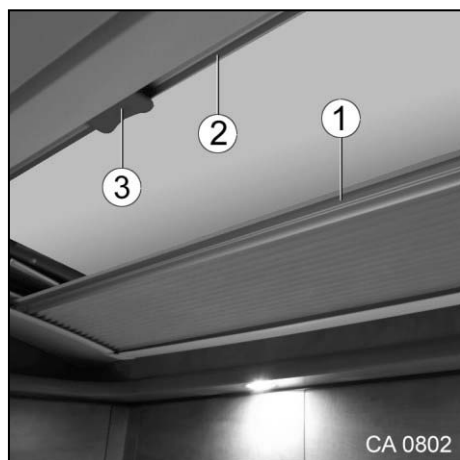

Fig. 60 Stores sur le lanterneau Sky-roof
1. Déplacer le store occultant (Fig. 60/1) ou le store moustiquaire (Fig. 60/2) en les tenant aux poignées. Accoupler les deux stores avec la poignée (Fig. 60/3).
2. Pour les désaccoupler, faire basculer la poignée (Fig. 60/3) et détacher la moustiquaire (Fig. 60/2) du store d'occultation (Fig. 60/1).